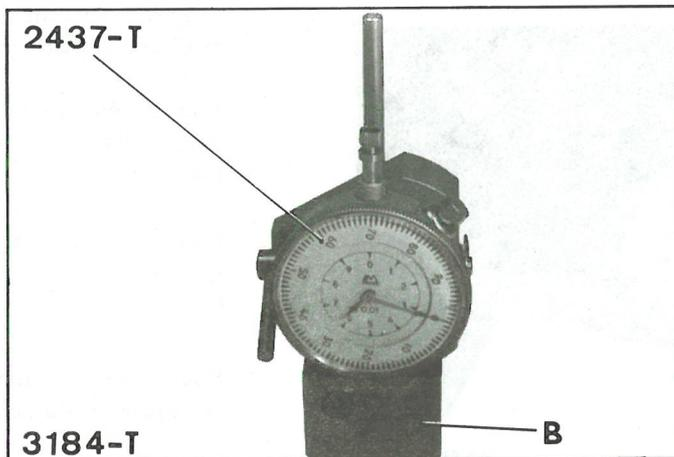

Figure 4
- d) Monter un comparateur 2437-T sur le support B. Placer le support ainsi équipé sur un marbre (voir figure 4).